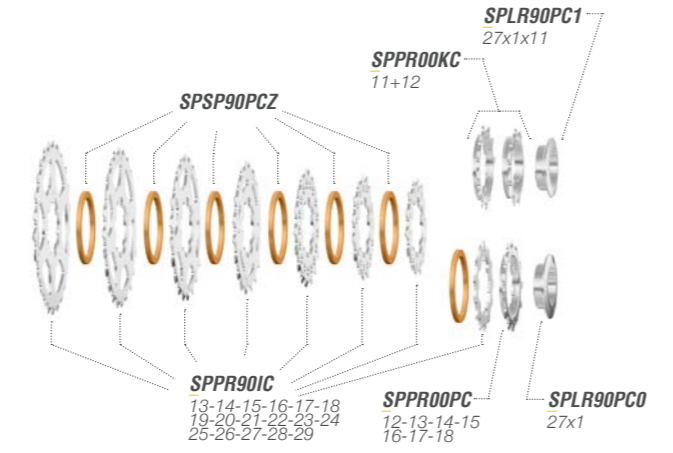
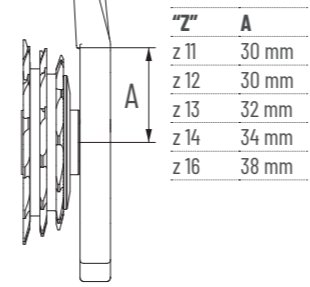

FIG. 1
FIG. 2
- Ihre Rahmen den Abmessungen wie in den Abb.1 und Abb.2 entspricht. Wir empfehlen Ihnen den Rahmen von einem Fachmann überprüfen zu lassen.